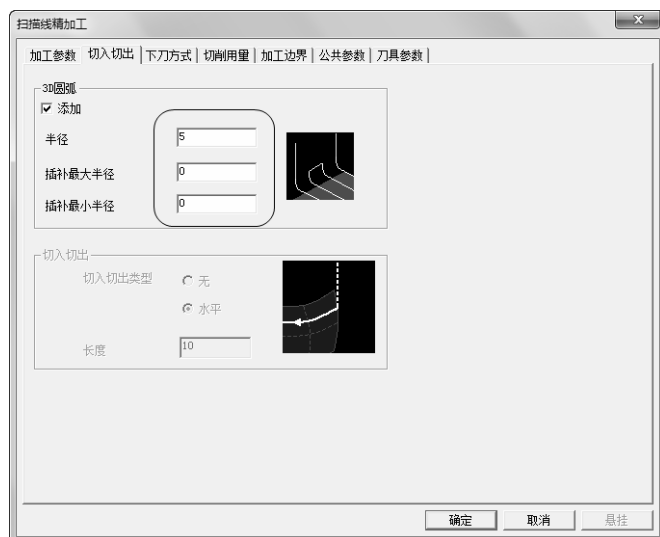

图 3-19 “切入切出”选项卡
2) 单击“切入切出”选项卡，在“3D 圆弧”中勾选“添加”，具体“半径”、“插补最大半径”、“插补最小半径”参数数值如图 3-19 所示。